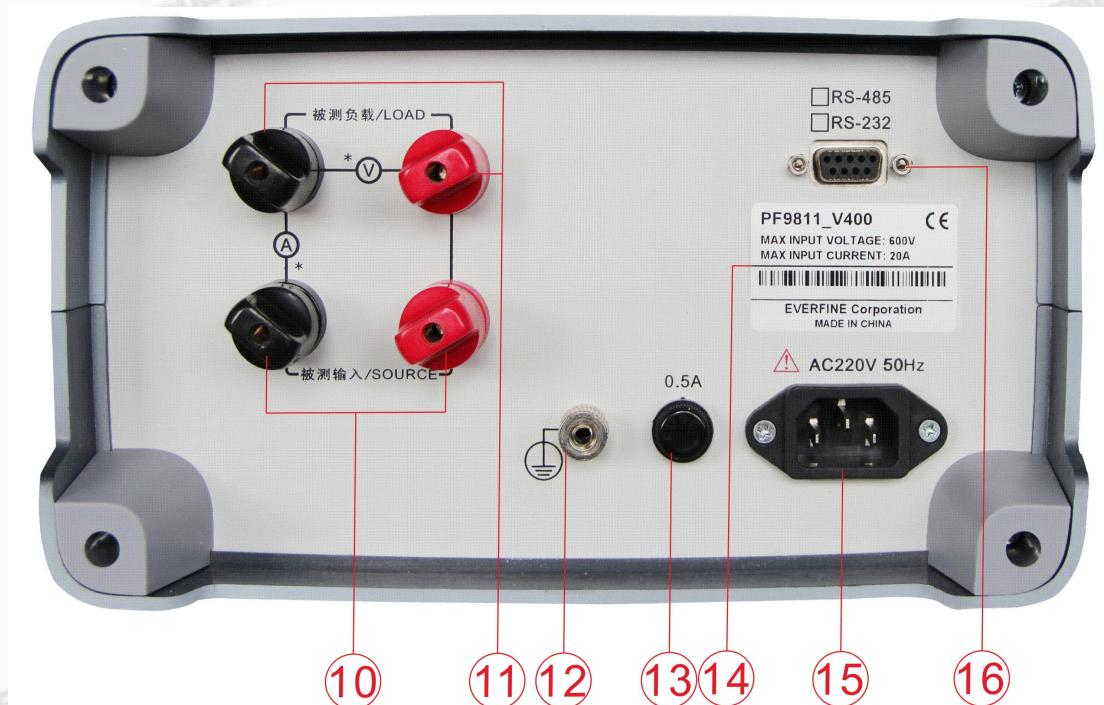
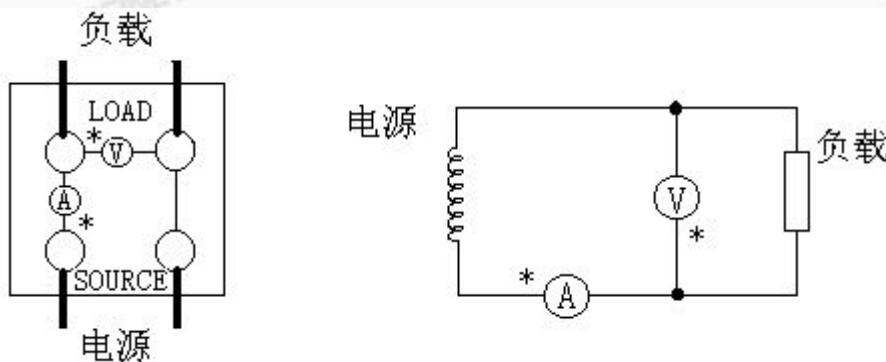

图 3.2 后面板示意图
图 4.1 测量电路接线示意图
- 负载电流环路如图 4.1 中粗线所示。要求电流流经导线必须能够承受允许通过的最大电流。否则有可能发生导线熔断，造成火灾等重大事故。
如图 4.1 左侧电路所示，被测设备输入电源与仪器后面板“被测输入接线端子”（图 3.2 中⑩）连接，“被测负载接线端子”（图 3.2 中⑪）与被测设备连接，提供电源，此时的连接方式如同图 4.1 右侧电路。